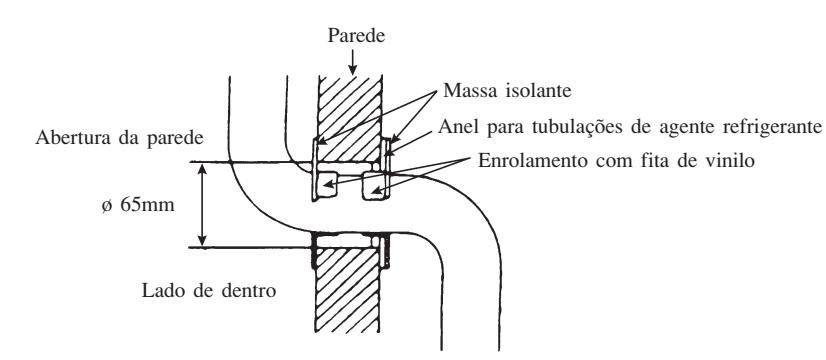

Fig. 7-1
- 7.2 A abertura da parede terá de ser fechada com o anel de materiais juntamente fornecido, para tubulações de agente refrigerante, e com massa isolante. Ver Fig. 7-1, 7-2 e 7-3.